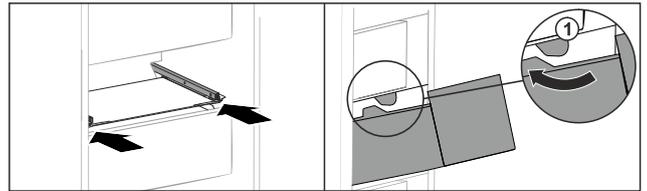

Fig. 157
- ▶ Schubfach um die Stopper Fig. 157 (1) herumführen.